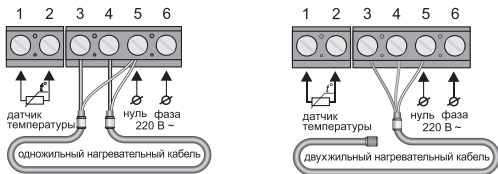

Рис. 3
– 2-х проводная электрическая сеть (без проводника заземления) – экран нагревательной секции подключается к нейтральному проводнику (**N**) сети питания, на клемму **5** (рис. 3).